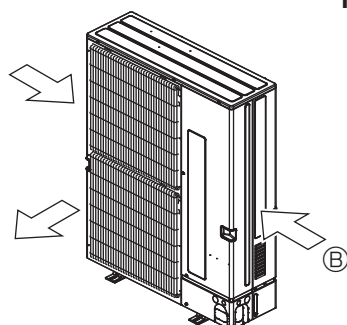

Fig. 2-5
③ Coloque la unidad de manera que la salida de aire sople en dirección perpendicular a la dirección estacional del viento, si la conoce. (Fig. 2-5)
④ Dirección del viento
⑤ Dirección del viento